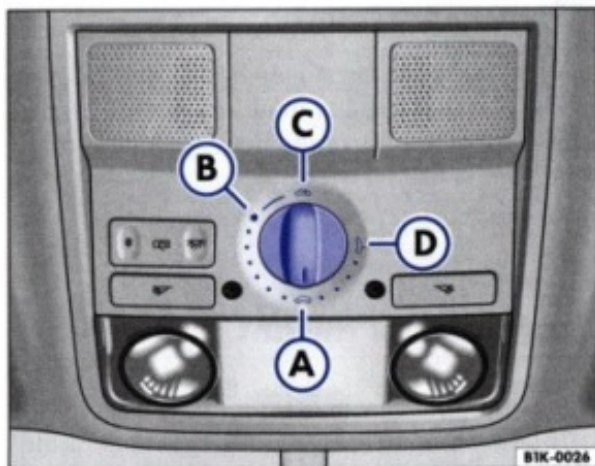

Fig. 35 Plafonul: Comutatorul rotativ pentru acționarea trapei/plafonului glisant
– Rotiți comutatorul în poziția ⇒ fig. 35 (B). Plafonul se deschide în poziția confort, în care zgomotele provocate de vânt sunt minime.
– Pentru a deschide mai mult plafonul, rotiți comutatorul în poziția (C) și mențineți-l până când plafonul se deschide în poziția corespunzătoare.